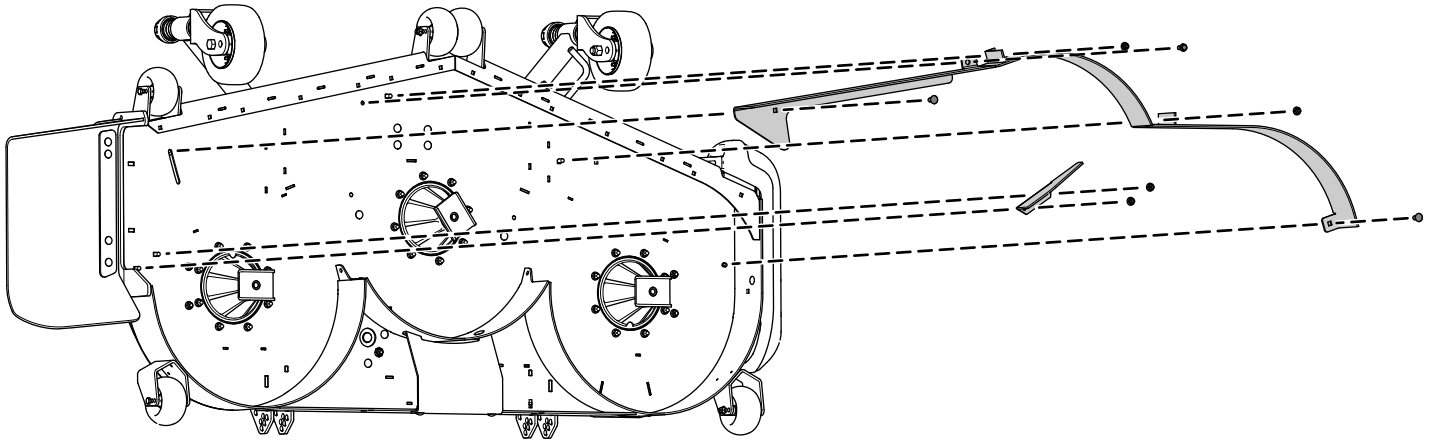

Figura 1
1. Retire las 2 tuercas con arandela prensada que sujetan los deflectores (Figura 1).
2. Retire los 2 pernos y las 2 tuercas del deflector de flujo ajustable (Figura 1).
3. Retire los 3 pernos y las 3 tuercas que sujetan los deflectores (Figura 1).